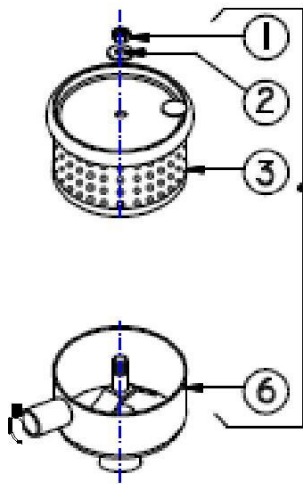

Fig. 16
4.2) Opriți mașina, eliberați arcul (M) din tija (A), slăbiți piulița (D) și strângeți mânerul (V), făcându-l să se învârtă de 4-5 ori. Apoi cuplați din nou arcul la tijă și repetați operațiunile de la punctele 1-2-3-4.
Dacă, după creșterea potențialului de tragere a arcului (M) așa cum este descris mai sus, pistonul (C) continuă să împiedice tija (P), este necesar să verificați funcționarea corectă a dispozitivului de accelerare prin verificarea **supapa de reglare presiune maximă** (fig. 16, pagina 26) procedând după cum urmează:
### -- 10.1) VERIFICARE FILTRU AER (Fig. 16) --
- Filtrul este format din două cartușe filtrante (prima și a 2-a etapă): pentru a verifica slăbirea piuliței (fig. 16, partea 1) și se extrage cartușul din etapa 1 partea 3.